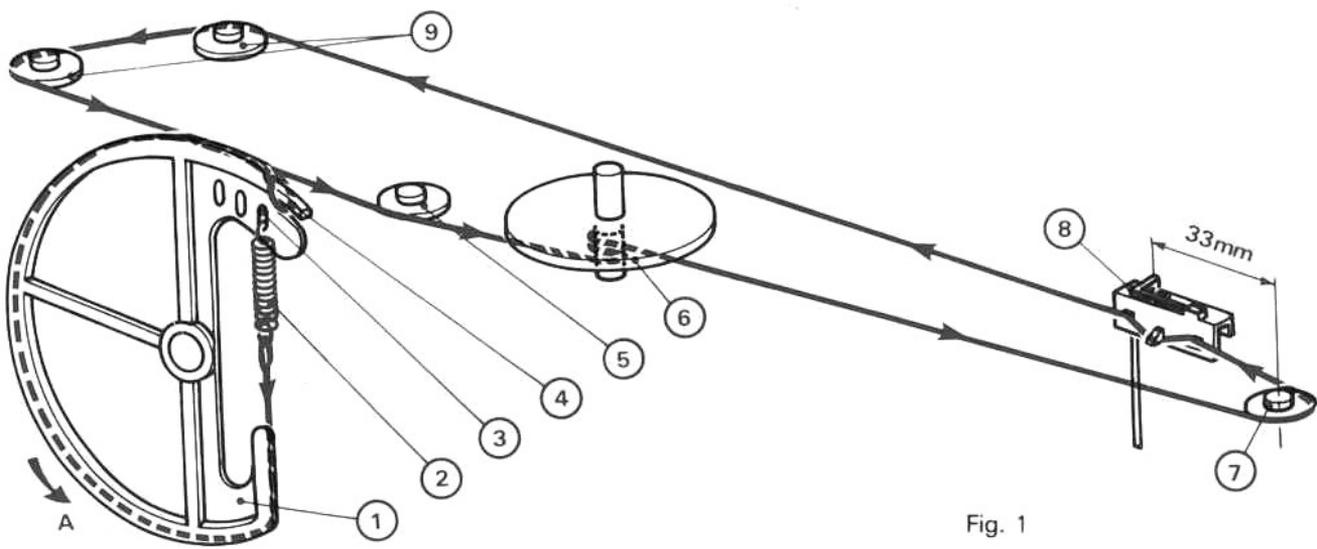

Fig. 1
- 3°) Tourner la poulie (1) dans le sens de la flèche **A** jusqu'en butée (Fig. 1).
- 4°) Effectuer une boucle à l'une des extrémités du cordonnet et fixer la seconde au ressort (2).
- 5°) Accrocher l'extrémité libre du ressort (2) dans le trou(3).
- 6°) Passer le cordonnet sur les poulies (1) et (5), puis effectuer 2 tours sur l'axe (6).
- 7°) Passer sur les poulies (7) et (9), puis accrocher la boucle du cordonnet dans l'encoche (4).
- 8°) Placer l'aiguille indicatrice (8) à 33 mm de l'axe de la poulie (7).